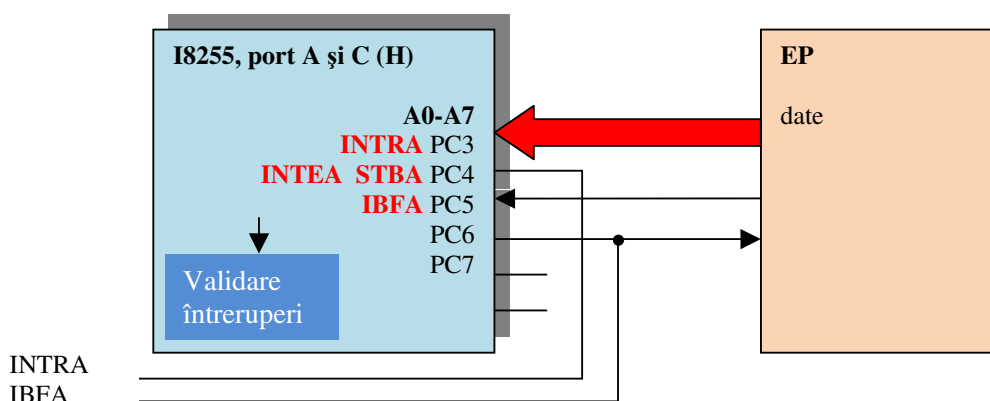

Figura 4.4. Protocolul de citire date
Schema bloc de conectare a unui Echipament Periferic (EP) la portul A este dată în figura 4.4.